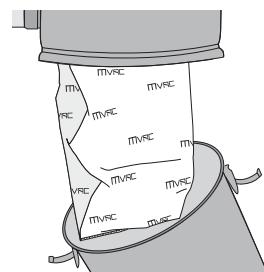

figure 13
1. Pour accéder au sac, défaire les deux attaches de la cuve et la retirer de l'appareil (**figure 13**).